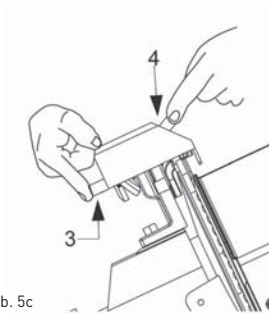

Abb. 5c
- die Tasten (Pos. 3 und 4, Abb. 5c) 3-4 Sekunden lang drücken, danach gleichzeitig loslassen.